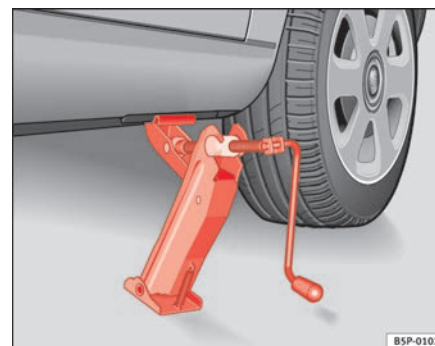

Fig. 157 Colocación del gato
- Posicione el gato de modo que su garra envuelva el nervio del larguero inferior y que la placa base móvil se apoye plana sobre el suelo ⇒ **página 245, fig. 157.**